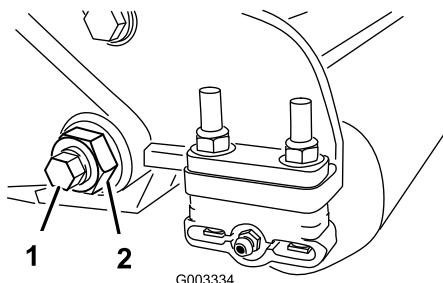
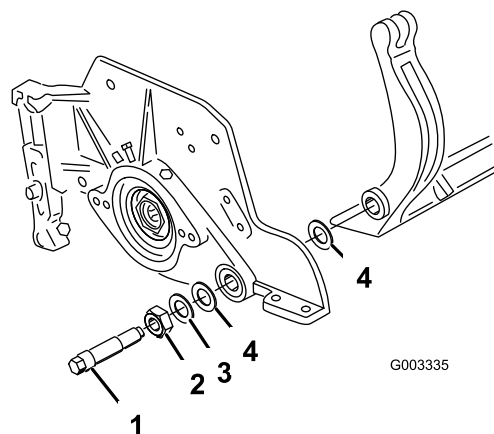

Figura 26
Figura 27
- Su ciascun lato della macchina, allentate il dado di bloccaggio che fissa il bullone della barra di appoggio (Figura 26).
(Figura 26). Considerate 2 rondelle in nylon e 1 rondella in acciaio stampato su ciascun lato della barra di appoggio (Figura 27).
- Fissate la barra di appoggio su ciascuna piastra laterale mediante gli appositi bulloni (dadi sui bulloni) e 6 rondelle. Una rondella in nylon deve essere posizionata su ciascun lato della flangia di estremità della piastra laterale. Posizionate una rondella in acciaio all'esterno di ciascuna rondella in nylon (Figura 27). Serrate i bulloni della barra di appoggio ad una coppia di 37–45 Nm. Serrate i dadi di bloccaggio finché la rondella in acciaio esterna non cesserà di ruotare e il gioco di estremità verrà eliminato, ma non serrate eccessivamente o non deviate le piastre laterali. Le rondelle all'interno possono avere un gioco.